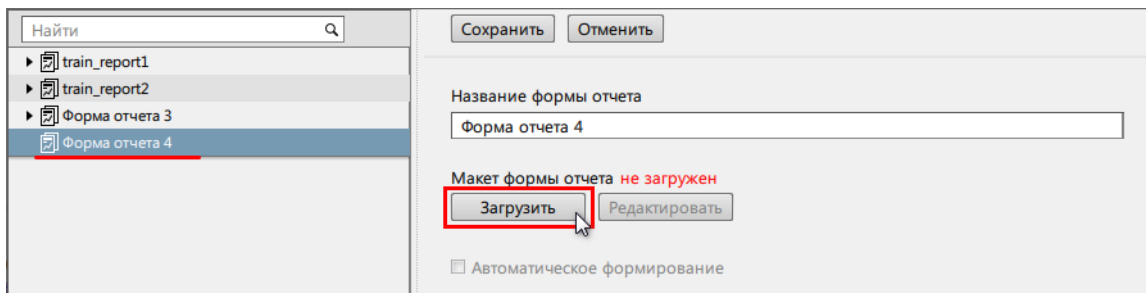

Рисунок 303 - Загрузить макет формы отчета
6. Загрузите макет формы отчета (Рисунок 303).